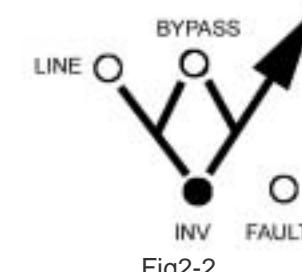

Fig2-2
Dès qu'une anomalie se produit, l'onduleur passe en mode batteries ; les batteries se déchargent pour délivrer le courant nécessaire à l'alimentation des périphériques connectés. Le panneau des LEDs s'affiche comme indiqué dans la figure 2.2.
- Que le panneau des LEDs s'affiche comme dans la figure 2.2.